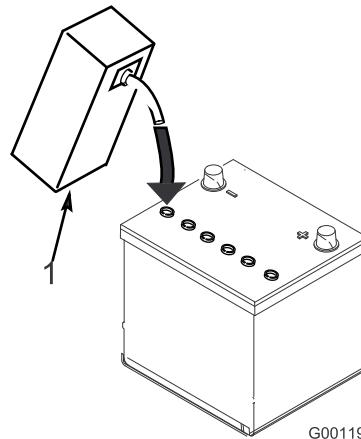

Bild 4
4. Lassen Sie die Elektrolytflüssigkeit für 20 bis 30 Minuten in die Platten durchtränken. Füllen Sie nach Bedarf auf, um den Elektrolytfüllstand auf ungefähr 6 mm unter dem Einfüllstutzen anzuheben (Bild 4).
3. Füllen Sie vorsichtig in jede Zelle Elektrolyt ein, bis die Platten ungefähr mit 6 mm Flüssigkeit bedeckt sind (Bild 4).